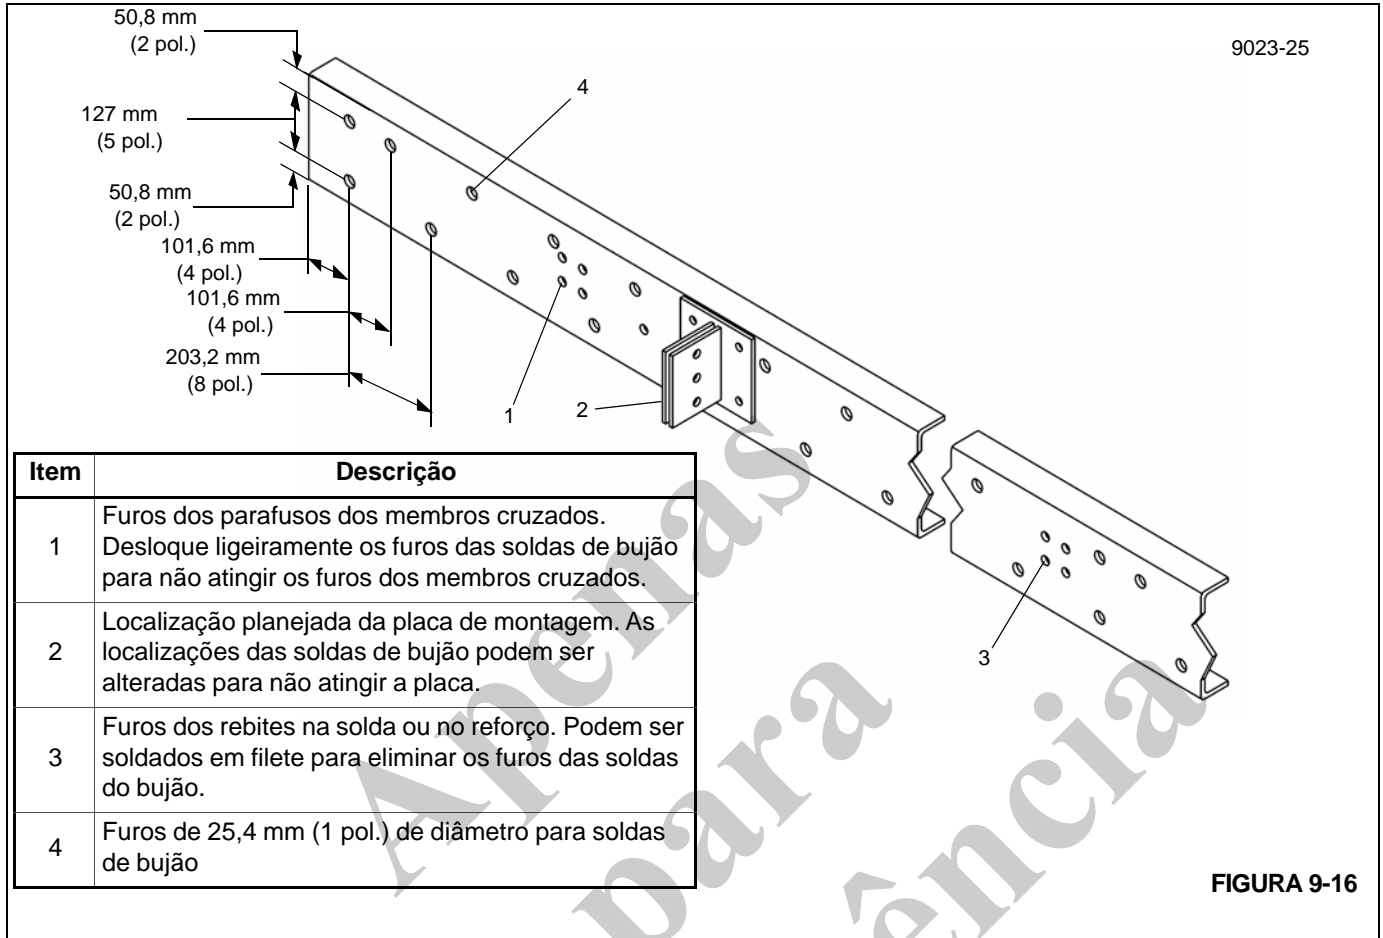

FIGURA 9-16
- a. Marque a localização dos rebites (3) batendo com um martelo na parte externa do reforço na área dos rebites de forma que os rebites deixem uma marca na parte interna do reforço.
- b. Marque a localização aproximada das fixações de montagem do guindaste (5) no reforço de forma que não haja obstruções.
- c. Remova o reforço e faça os furos (2) para os rebites.
4. Se o reforço deve ser soldado na estrutura do caminhão (4), remova os parafusos da travessa (6).
- a. Coloque o reforço na estrutura do caminhão (4). Marque no reforço o padrão dos furos na estrutura existente do caminhão e remova o reforço.
- b. Usando as marcas, corte o padrão de furos no reforço (1). Não atinja os pontos de apoio de montagem do guindaste (5).
5. Fixe o reforço no lugar na estrutura do caminhão (4), instale os parafusos da travessa (6) que foram previamente removidos e solde na estrutura do caminhão como mostrado na Figura 9-16.
6. Se um reforço aparafusado for necessário, fixe o reforço no lugar e instale os parafusos (6) da travessa que foram removidos anteriormente.
- a. Fure através do reforço e da estrutura do caminhão. Assegure-se de não atingir as fixações de montagem do guindaste (5) e parafuse o reforço no lugar.
8. Se a cantoneira de reforço for soldada na estrutura do caminhão, recorte o padrão de furo da solda de bujão como mostrado na Figura 9-16. E instale na estrutura existente do caminhão.
- a. Deslize a cantoneira de reforço (1) para cima a partir da parte inferior, coloque-a até o reforço sob o guindaste (4) e solde a cantoneira de reforço com solda de topo (9) no reforço sob o guindaste.